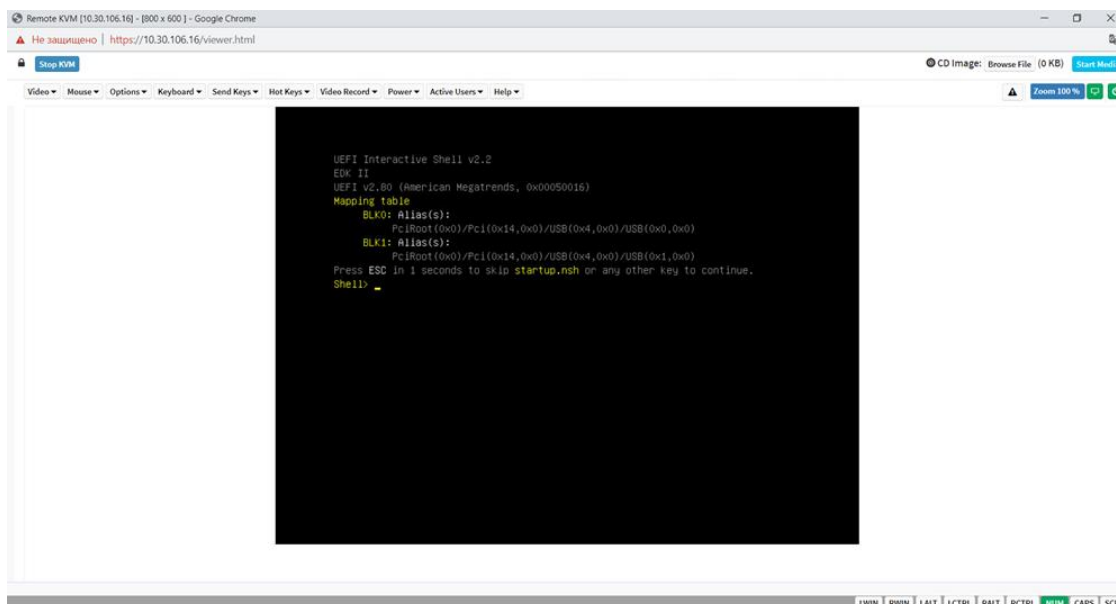

Рисунок 55 – Окно «UEFI Shell»
- Показывает активных пользователей с именем и IP-адресом ПК (см. Рисунок 55).